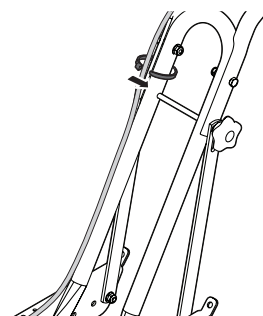

Figura 8
- Dirija el cable del control de parada de emergencia hacia arriba, por la parte exterior del soporte de la manija inferior del lado derecho y por el soporte de la manija del lado derecho. Asegure el cable a la manija y sosténgalo con un precinto, levemente por encima del soporte. Consulte la Figura 8.